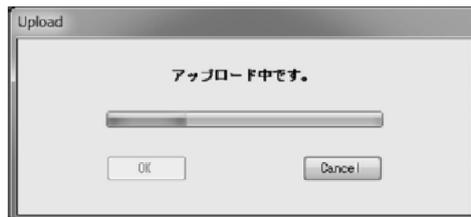

図179
- ③ メッセージボックス(図178)で「OK」ボタンをクリックすると、全てのパラメータのアップロードを開始します(図179)。「Cancel」ボタンをクリックすると、中断します。